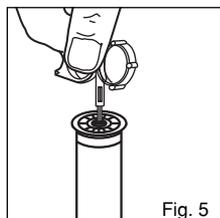

Fig. 5
1. Engagez les six pans de la clé Hunter dans la vis hexagonale inox et tournez la vis dans le sens inverse des aiguilles d'une montre pour augmenter le secteur d'arrosage (Fig. 5).